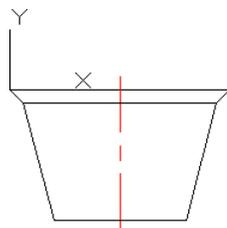

图 17.7.9 定义工作坐标系
(1) 定义用户坐标系 (UCS)。在命令行中输入命令 UCS 后按 Enter 键，输入字母 N 后按 Enter 键，捕捉图 17.7.9 所示的交点并单击，此时用户坐标系便移至指定位置，如图 17.7.9 所示。
(2) 绘制点。选择下拉菜单 **绘图(D)** → **点(P)** → **多点(M)** 命令，输入各点的坐标分别为 (17,0) , (27,33) , (53,58) 。